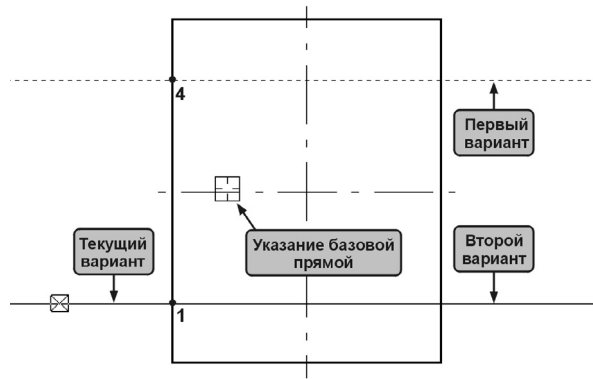

Рис. 11.10. Указание базового объекта
- 1.2. В ответ на запрос системы **Укажите отрезок или прямую для построения параллельной прямой** щелкните курсором на горизонтальной осевой линии в любой ее точке (рис. 11.10). В данном случае она будет являться базовым объектом.
Будет построена вспомогательная прямая из второго фантома. Первая пара точек, необходимых для выполнения задания (точки 1 и 4), располагаются на пересечении вспомогательных прямых со стороной прямоугольника (рис. 11.10).